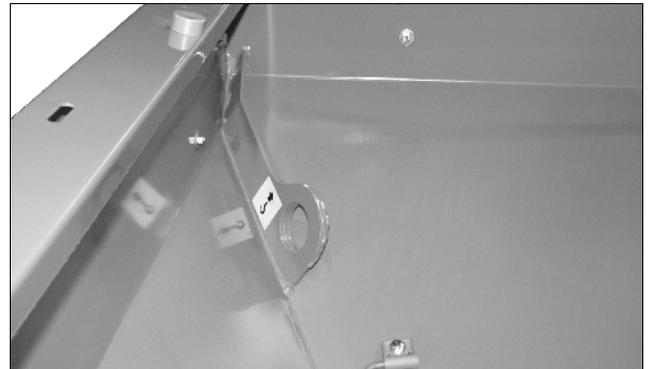

Fig. 7
- 2 Aufnahmepunkte hinten im Behälter (Fig. 7) und